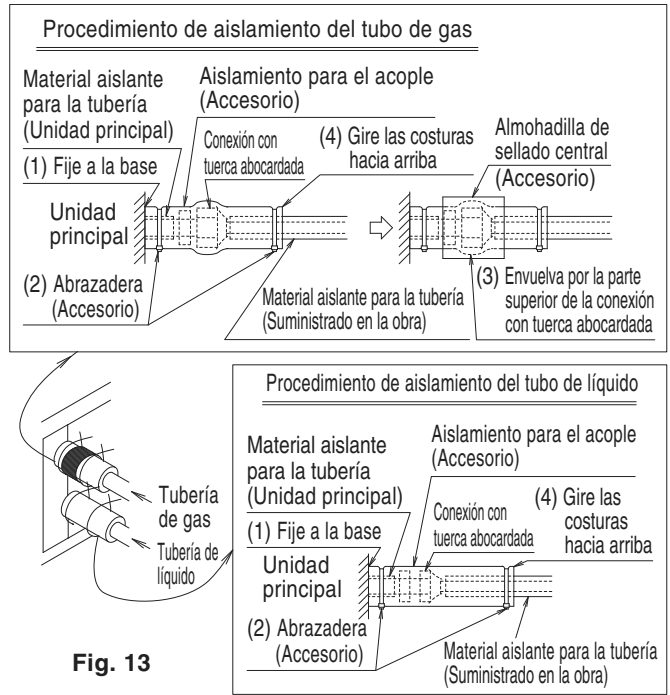

Fig. 13
- Después de verificar que no haya escapes de gas en la conexión de los tubos, recuerde aislar las tuberías de líquido y gas. (Refiérase a la Fig. 13)